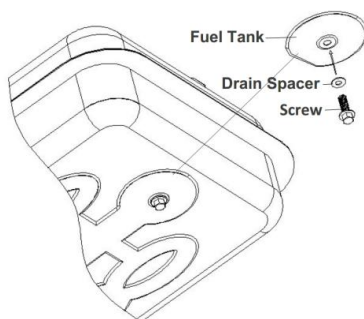

Fig. 6 Retrait du bouchon de vidange. Réglage de la pression de la pompe
2. Pour retirer le bouchon de vidange (DG -K1 00), tirez la poignée du bouchon vers le bas et retirez la tête d'étanchéité du réservoir du trou de vidange (voir Fig . 6).